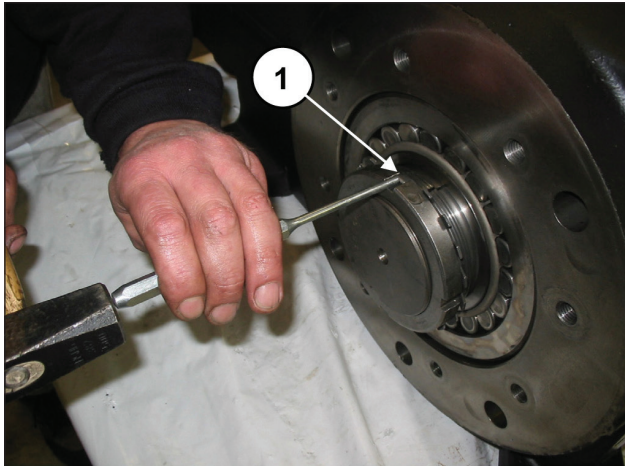

Fig. 16
Sollevare la linguetta della rosetta di sicurezza (pos. ①, Fig. 16).